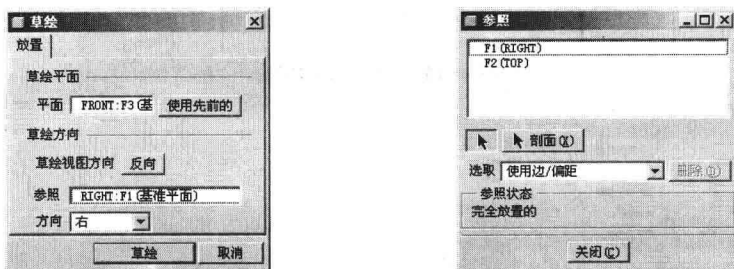

图 1-14 选择草图平面和草绘参照
- 在弹出的“草绘”对话框中选择草绘平面和草绘方向参照，单击“草绘”按钮后，在“参照”对话框中选择草绘参照，如图 1-14 所示，单击“关闭”按钮。